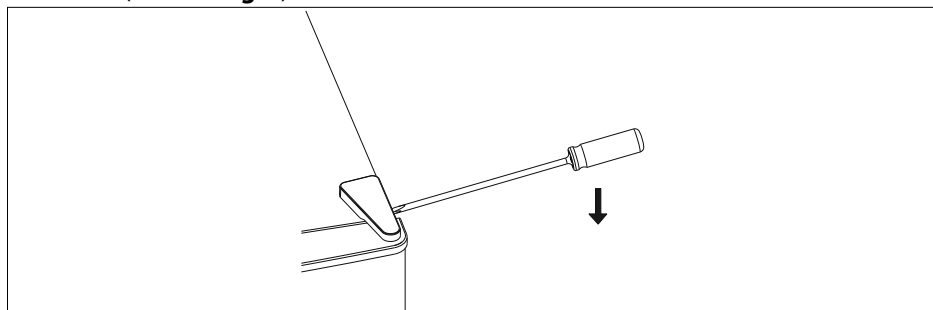

Fig. 2
- ▶ Vacíe el frigorífico, incluido el estante de rejilla (10).
- ▶ Retire la cubierta de la bisagra del lado derecho, p. ej., con un destornillador de ranura (véase la **fig. 2**).